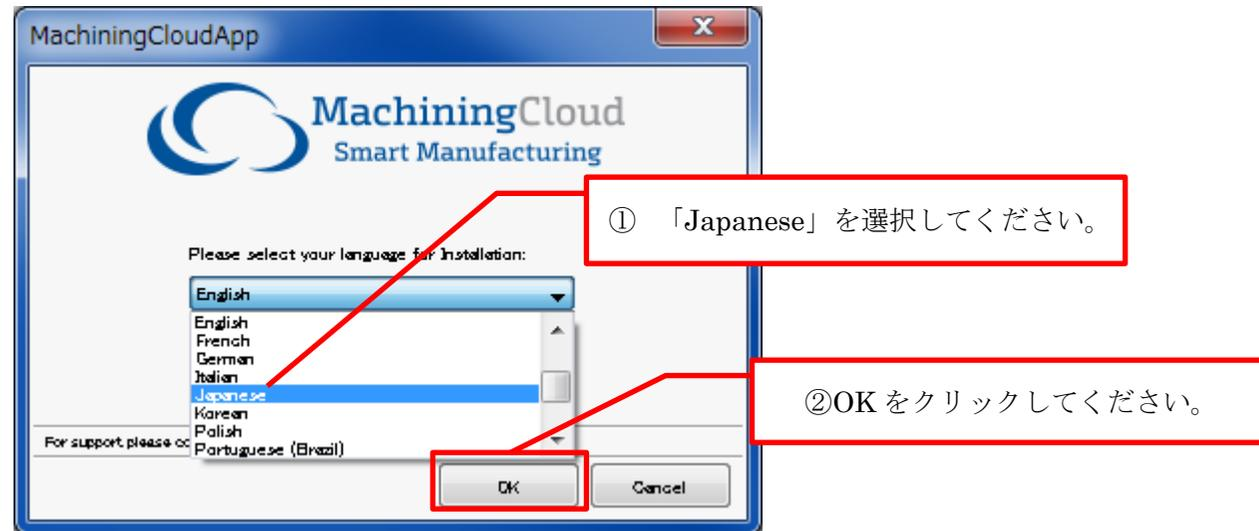

図 5 使用言語を選択する画面
(6) 使用言語を選択する別ウインド (図 5) が開きますので、「Japanese」(日本語) を選択して、「OK」をクリックしてください。